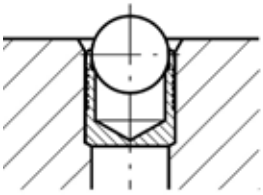

Fig. 1
- 保持钢球凸出状态，将孔瑞格堵头置入安装孔中。并确保套筒上沿不高于工件的表面轮廓。(Fig. 1).